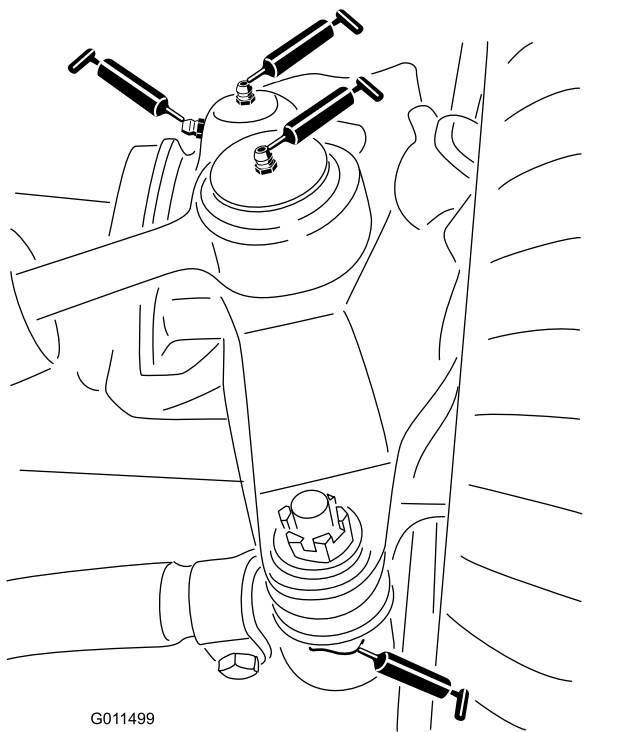

Figura 79
- Rótulas de los cilindros de dirección (2) (Figura 79)
- Rótulas de las barras de acoplamiento (2) (Figura 79)
- 2 casquillos de los pivotes de dirección (Figura 79)